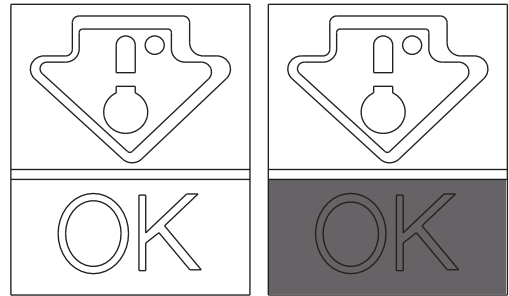

Abb. 5
• Damit Aroma, Gehalt und Frische der Speisen bestmöglich erhalten bleiben, sollten sie wie in Abbildung 5 ersichtlich im Kühlraum untergebracht werden. Die Speisen sollten in Alu- oder Kunststoffolie oder in entsprechenden Behältnissen mit Deckel verpackt sein, um Kreuzkontaminationen zu vermeiden.
Die Temperaturanzeige prüfen, die Anzeige OK muss deutlich erkennbar sein (Abb. 5). Ist die Anzeige nicht sichtbar, bedeutet dies, dass die Temperatur zu hoch ist: